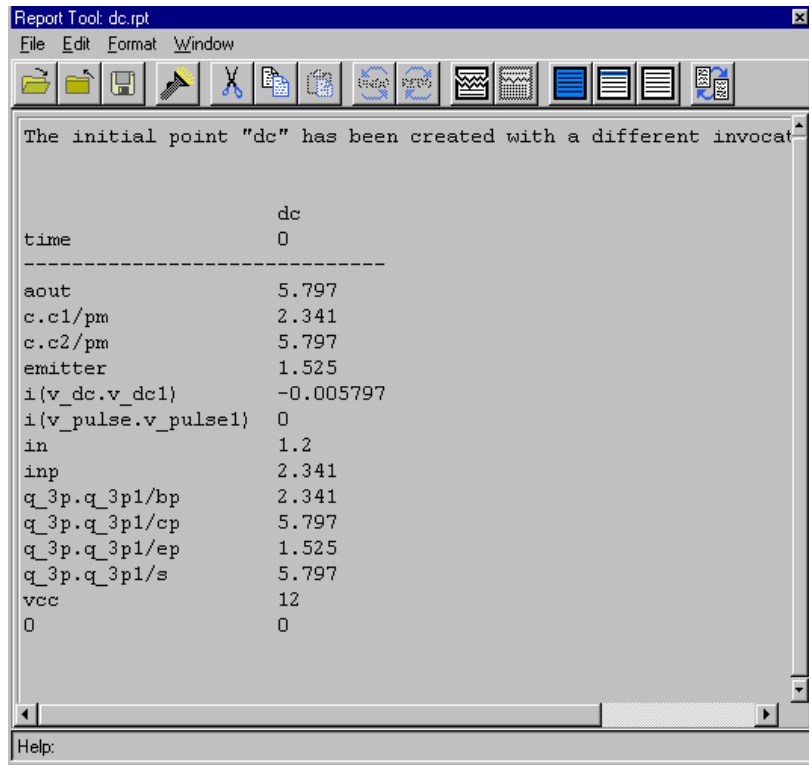

图 17 直流工作点分析结果
- 2) 在 Operating Point Report 对话框中，单击 OK。它通知 Saber 使用默认设定值在 Report Tool 窗口中显示最近的 DC 工作点值，如图 17 所示。